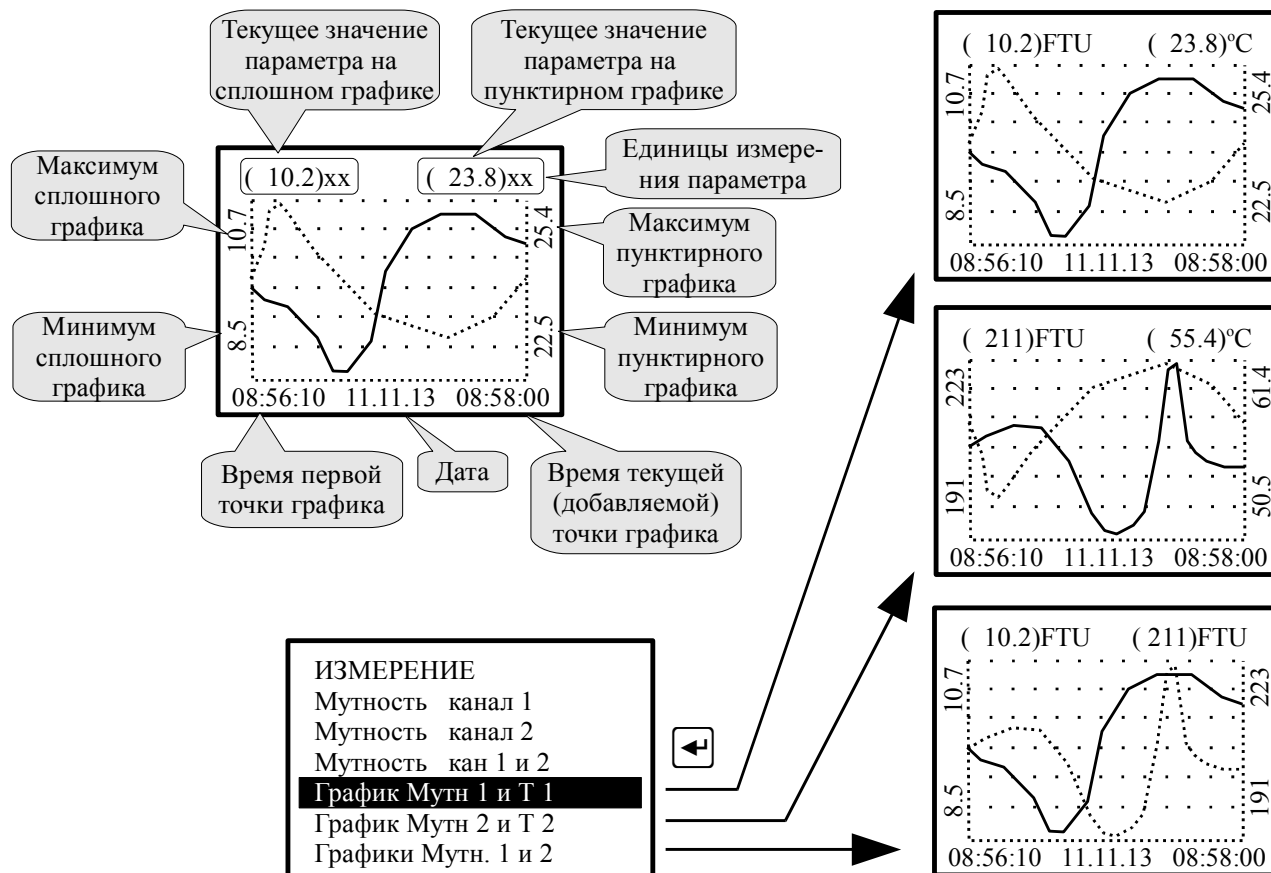

Рисунок 13 - Выбор графического отображения измеренных параметров
10.3.2 **График Мутн 1 и Т 1**, **График Мутн 2 и Т 2**, **Графики Мутн. 1 и 2** - отображение измеренных данных в виде графика (Рисунок 13).